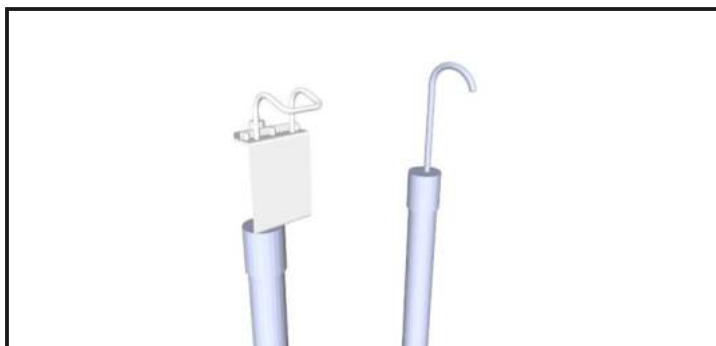

Рис. 19.
**7.3.7. В случае, когда работают два электромонтера,** используются две штанги с разными рабочими частями: «захват» и «крюк» для фиксации ПЗУ (Рис. 19).